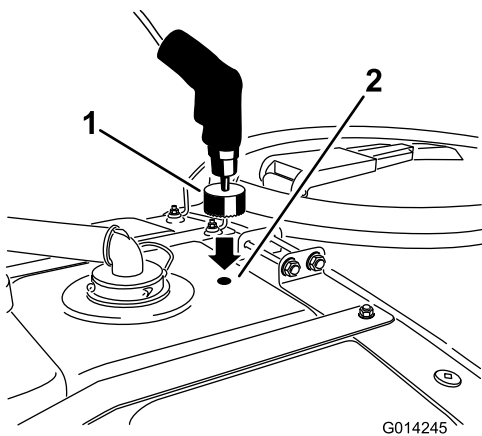

Bild 12
4. Bohren Sie mit einer Lochsäge (ungefähr 4,5 cm) ein Loch an der Bohrmarkierung (Bild 12).